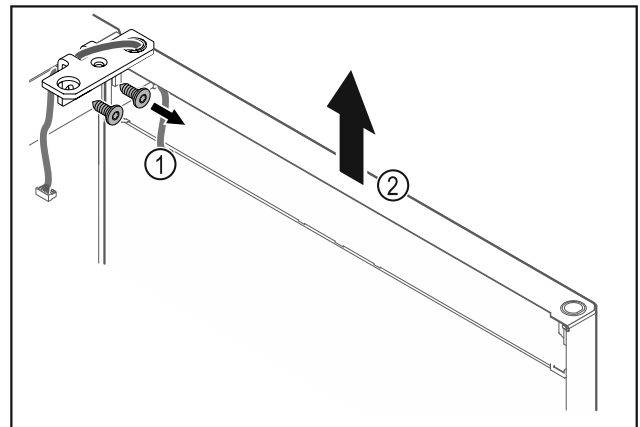

Fig. 21
- ▶ Odskrutkujte uholník závesu Fig. 21 (1).
- ▶ Zdvihnite dvere vrátane uholníka závesu Fig. 21 (2) cca 200 mm nahor a odoberte ich.